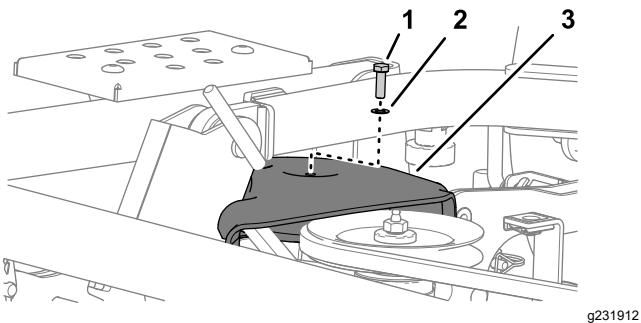

Bild 117
2. Entfernen Sie die Schraube und Scheibe, mit denen die Riemenscheibenabdeckung am Mähwerk befestigt ist (Bild 117).
1. Fliegen Sie die Riemscheibenabdeckung über der ganz rechten Riemscheibe aus, siehe Bild 117 in Entfernen der Riemscheibenabdeckung (Seite 84).